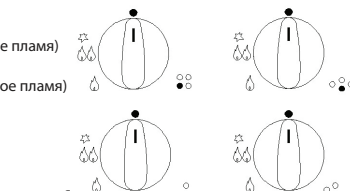

рис. 1
- Нажмите и поверните ручку регулятор, соответствующую конфорке, которую вы хотите использовать, по часовой стрелке от позиции «Выкл» до позиции «Максимум» (соответствует большому пламени) (рис. 1) и поднесите зажигалку близко к горелке.
- Команда электроподжига встроена в ручку регулятор конфорки. Нажмите и поверните ручку регулятор за часовой стрелкой от позиции «Выкл»/Off до позиции «Максимум» (соответствует большому пламени) (рис. 1). Подержите ручку регулятор нажатой, пока электроподжиг включится. Можно использовать спички для включения конфорки в темноте.